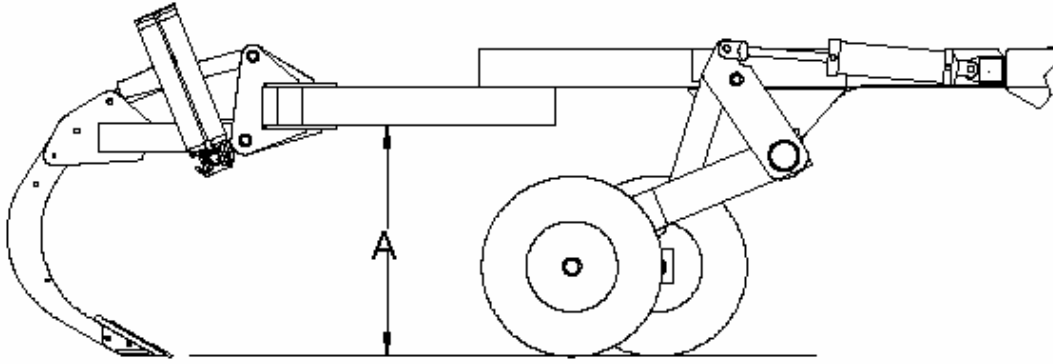

РИС. 2
Наклон передней или задней части оборудования может быть отрегулирован при помощи установочного болта, который находится в центре передней части оборудования (См. рис. 2).
Измерьте расстояние до земли от детали в передней и задней части оборудования, как показано на рис. 2.
1. На ровном участке поля опустите главную раму так, чтобы стойки уперлись в землю. Измерьте расстояние "А" от низа рамы до земли. (См. рис.2)